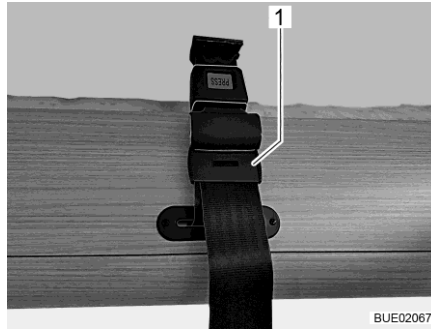
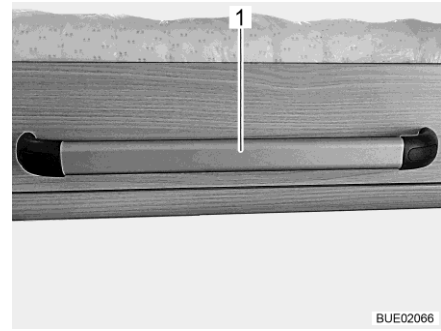

Fig. 137 Cinturón de retención en la cama elevada
Fig. 138 Tirador en la cama elevada (Lyseo I)
- Cama elevada con cinturones de retención: soltar los cinturones de retención (Fig. 137,1) y tirar la cama elevada hacia abajo por el tirador (Fig. 138,1).
- Cama elevada con cinturones de retención: empujar la cama elevada hacia arriba por el tirador (Fig. 138,1). Retener la cama elevada a la derecha y a la izquierda con ambos cinturones de retención (Fig. 137,1).